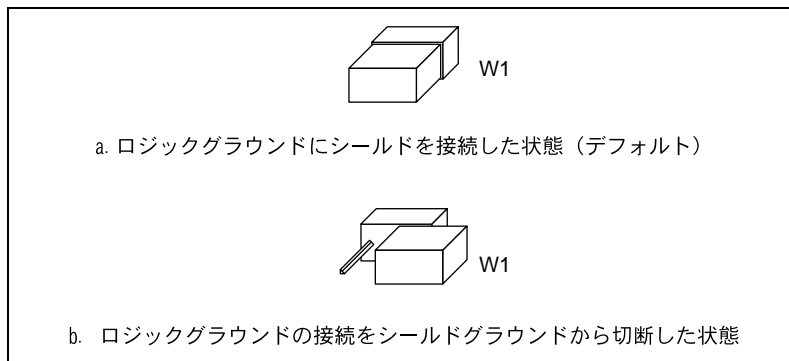

図 12. NEC-GPIB/TNT のグラウンド設定ジャンパの設定
2. このジャンパを取り外し、下の図 12 に示されているように、1 本のジャンパピンだけを覆うように差し込みます。